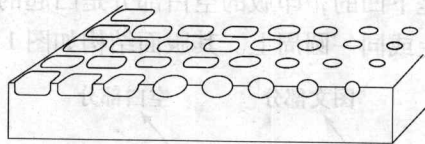

图 1-9 只有网穴的开口变化的凹版
(2) 凹版版面上的网穴深度不变，网穴的开口变化，图像阶调层次亮的部位，雕刻的网穴开口小；反之，图像阶调层次暗的部位，雕刻的网穴开口大。这类网穴结构如图 1-9 所示。